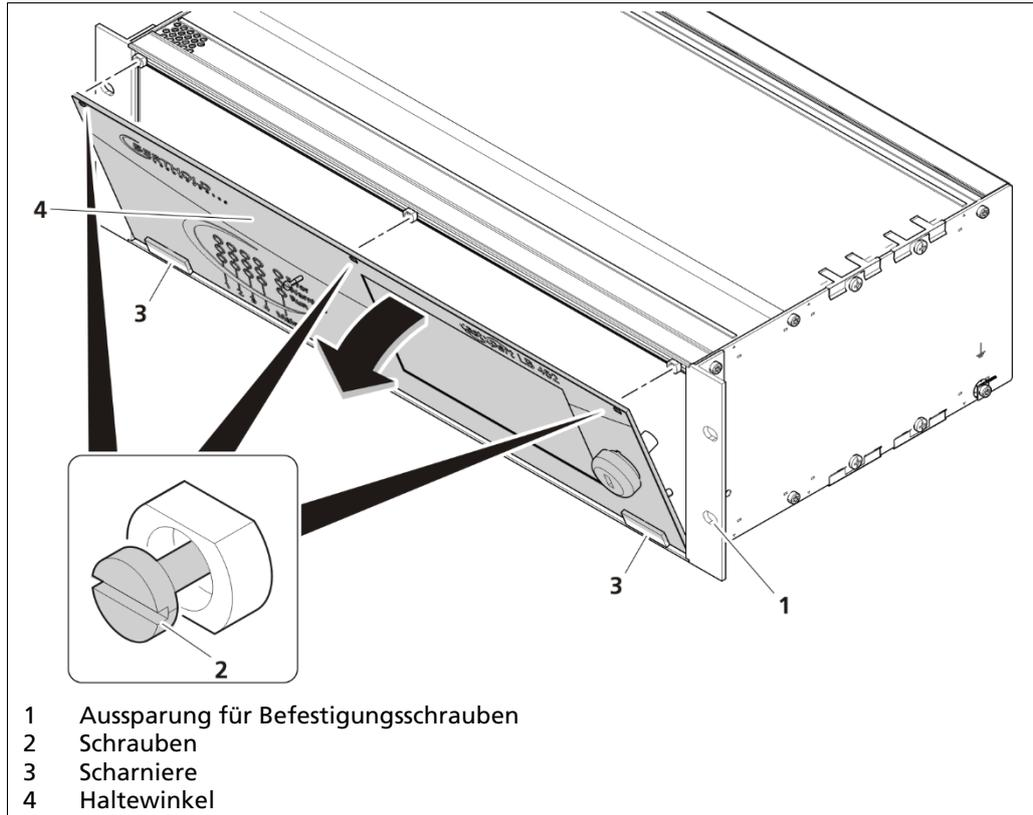

Abb. 10 Vorderansicht-Montage
2. Lösen Sie die drei Schrauben (Abb. 10, Pos. 2) am Frontpanel
2. Lösen Sie die drei Schrauben am Frontpanel (Abb. 10, Pos. 2).
2. Lösen Sie die Schrauben am Frontpanel (Abb. 10, Pos. 2) und klappen Sie das Frontpanel hinunter.